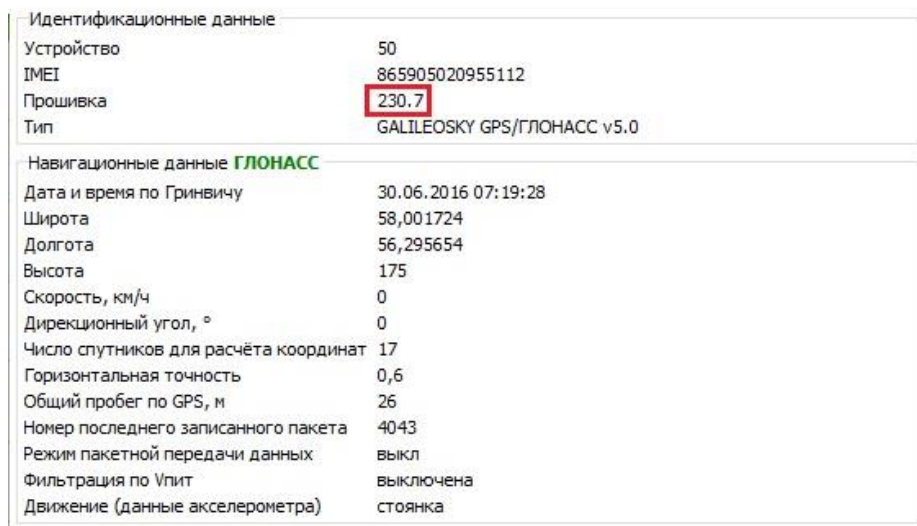

Рисунок 7. Текущая версия прошивки
4. После обновления терминал автоматически восстановит все настройки, которые были установлены до загрузки прошивки. Убедитесь в обновлении прошивки и сохранении конфигурации (Рис. 7).